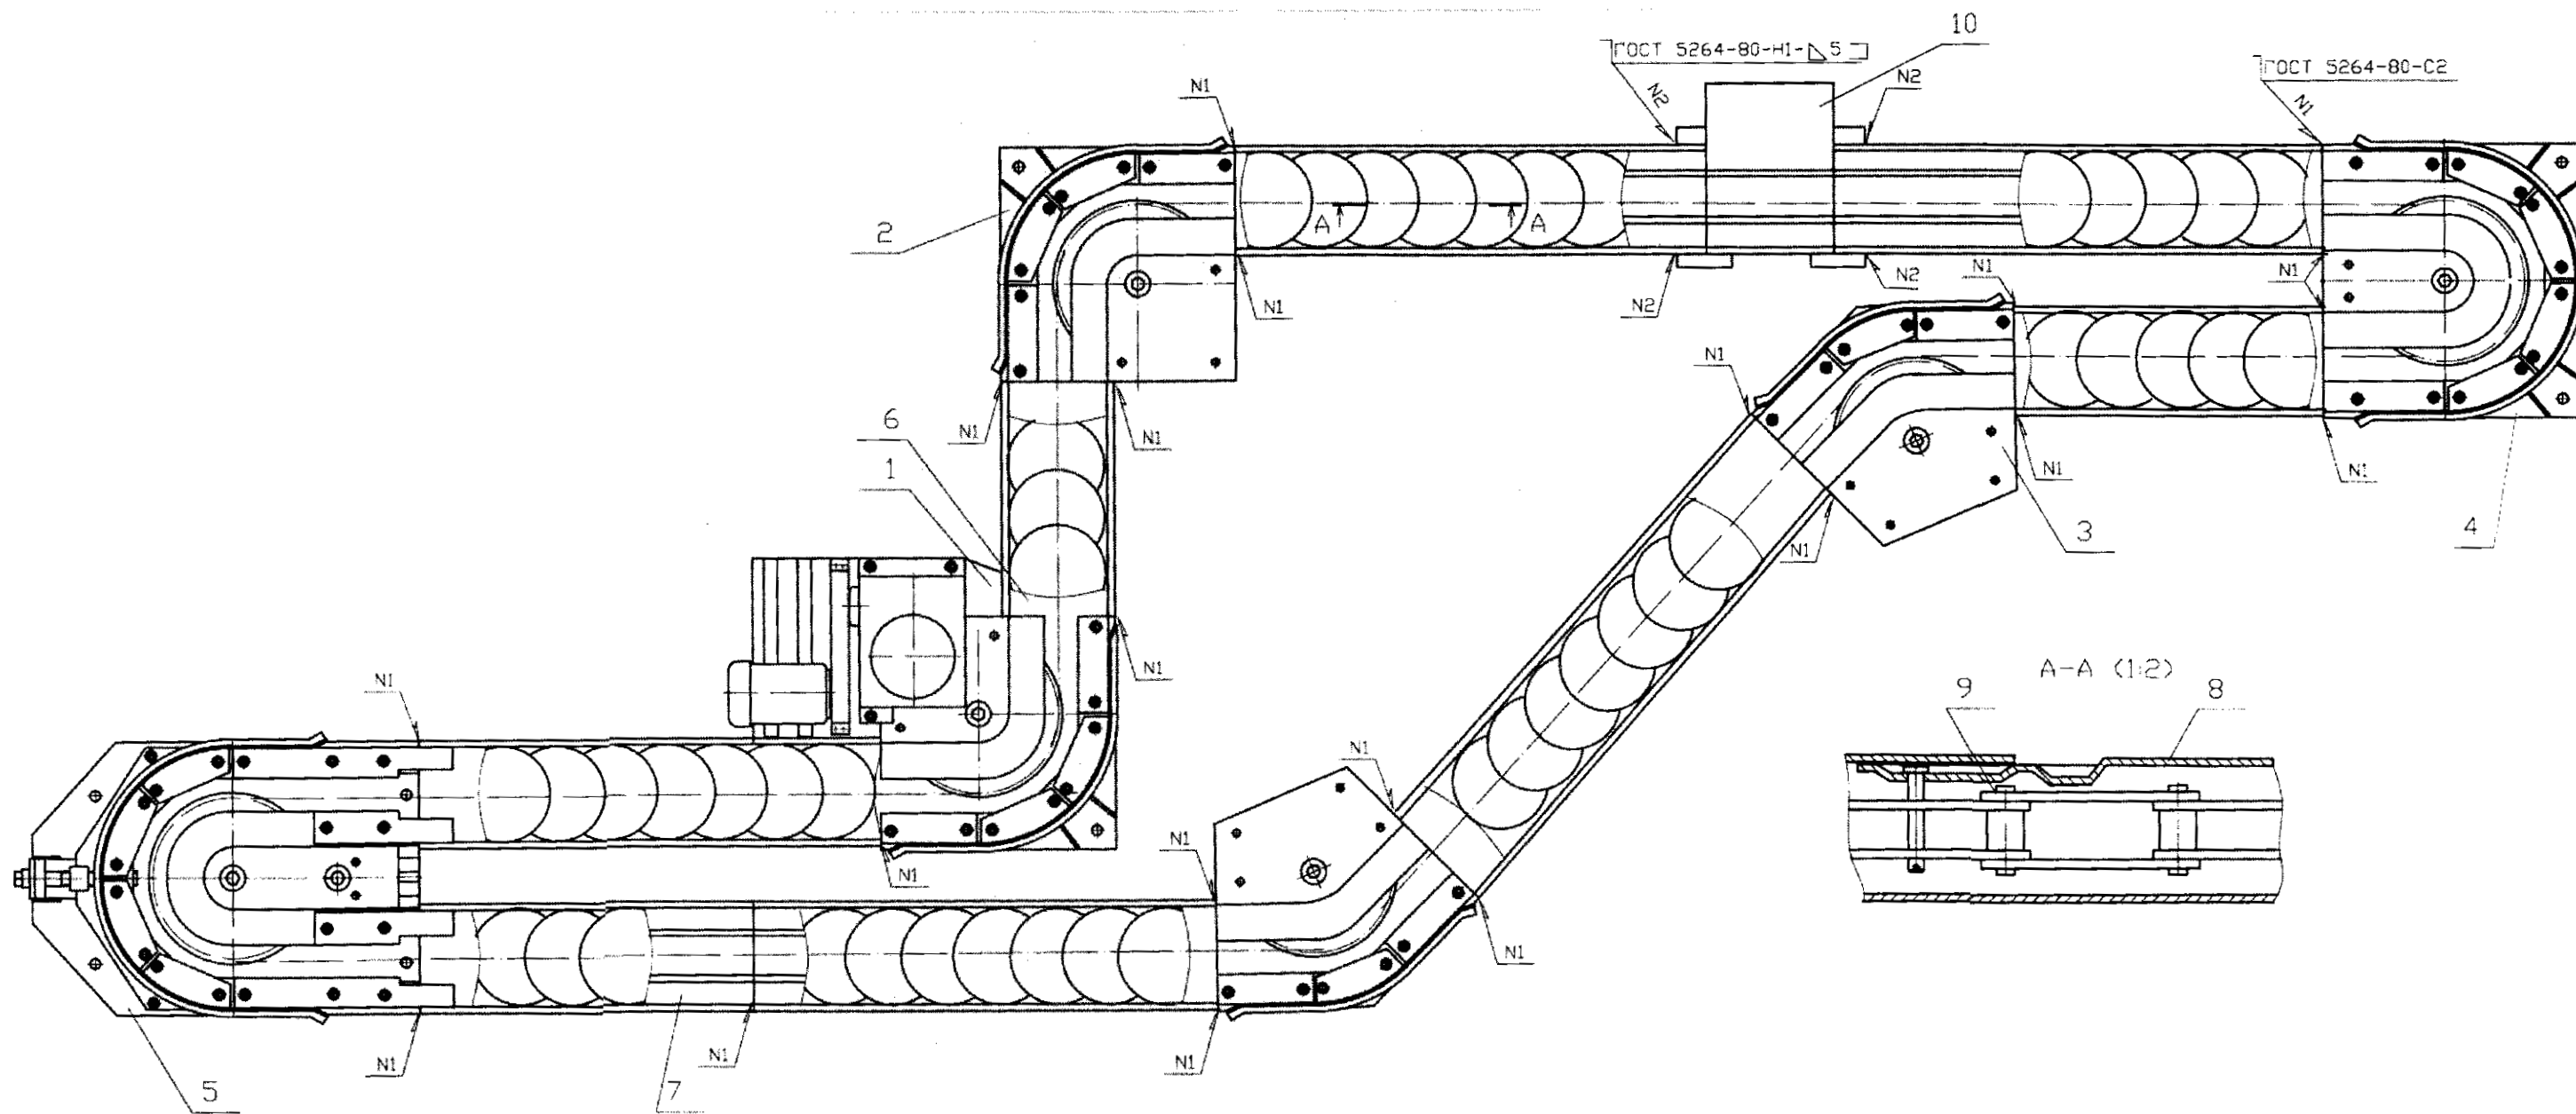

Рисунок 1
4.1 Конвейер (рисунок 1) состоит из следующих основных узлов: станции приводной 1, станций поворотных 2, 3 и 4, станции натяжной 5, секций линейных 6 и 7 с деревянными направляющими для тяговой цепи 9.